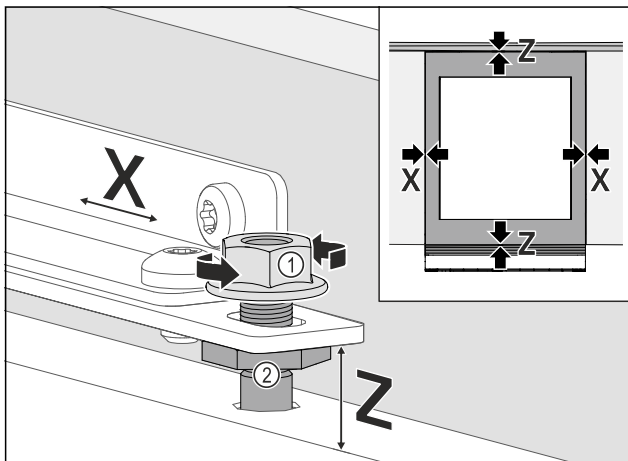

Fig. 76
- Möbeltür seitlich ausrichten: Kontermutter Fig. 76 (1) lösen, Möbeltür in X Richtung verschieben.
- Kontermuttern Fig. 76 (1) anziehen.
- Möbeltür in der Höhe Z und in der seitlichen Neigung ausrichten: Justagebolzen Fig. 76 (2) einstellen.